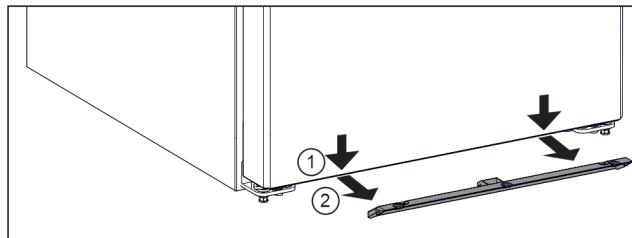

Fig. 5
► 向下拉防蚊遮板。 Fig. 5 (1)
► 向前取出防蚊遮板。 Fig. 5 (2)